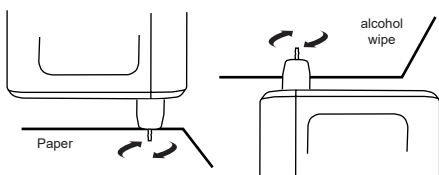

Fig. 2.8
- Pour le nettoyage optique et thermique, tenez l'appareil avec la pointe de la sonde perpendiculaire à une lingette imbibée d'alcool et n'importe quel papier, respectivement. Déplacez doucement la pointe en un mouvement circulaire sans la rétracter ou appliquer trop de force (Fig. 2.8).